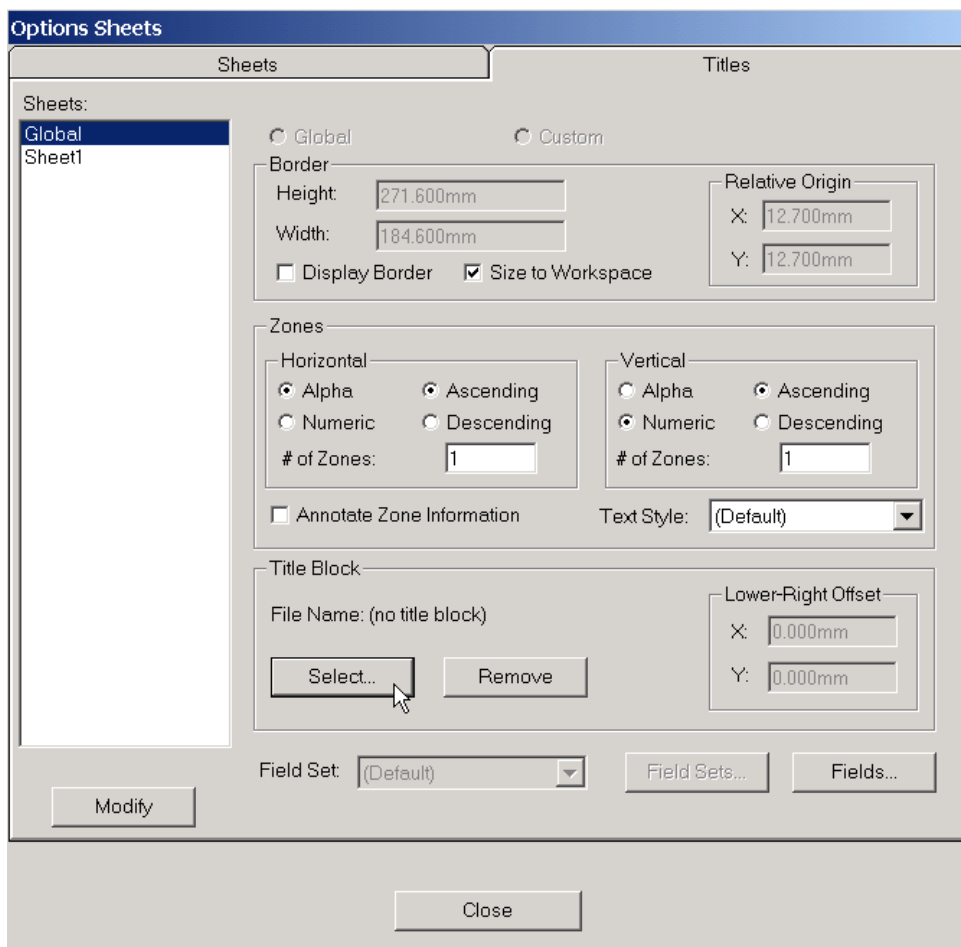

Рис. 4-21. Панель Options Sheets
4) На появившейся панели (см. рис. 4-21) **Options Sheets** (параметры страниц) в закладке *Title* нажмите кнопку **Select** (выбрать).
6) На панели **Options Sheets** (рис. 4-21) нажмите вначале кнопку **Modify** (изменить), а затем кнопку **Close** (закрыть).